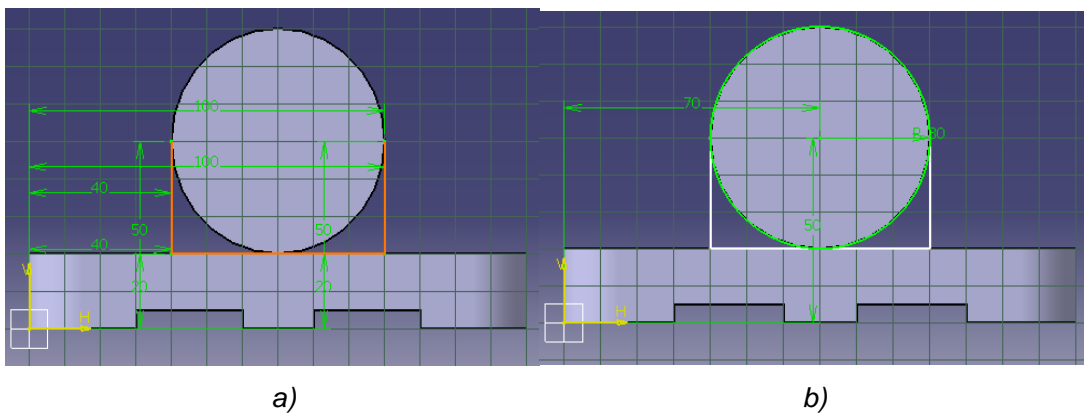

Figura 4.33: a) PROFILE b) CIRCULO 2
9.-Ir al modulo SKETCH se dibujara un Profile, primero se dibuja un profile como se muestra en la figura 4.33, después un circulo como se ve en la figura, se selecciona la herramienta TRIM y después el circulo se da enter y así se borra la parte superior del circulo.